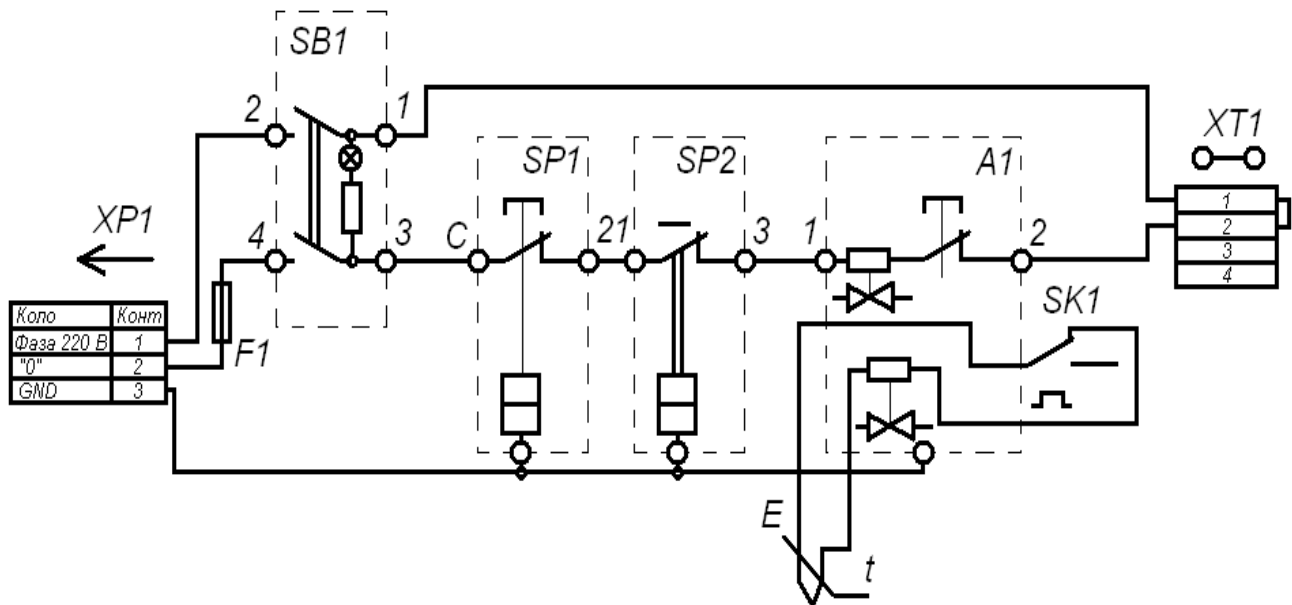

Рисунок 2 – Схема электрическая принципиальная коммутации элементов управления и автоматики 810 «Elettrosit» котла
8.1.7 Выставить необходимую температуру рабочим термостатом (поз. 5, рис.2) в диапазоне 0-90 ° С.
выключить выключатель поз. 9, рис. 2 в положение "0" (выключено) и вынуть вилку питания из розетки.
4) Включите выключатель на панели пульта управления (поз.5, рисунок 2), при этом должна засветиться подсветка выключателя.
6) Для включения основной горелки необходимо повернуть ручку термостата регулирующего (поз.2, рисунок 2) по часовой стрелке до любой из меток.